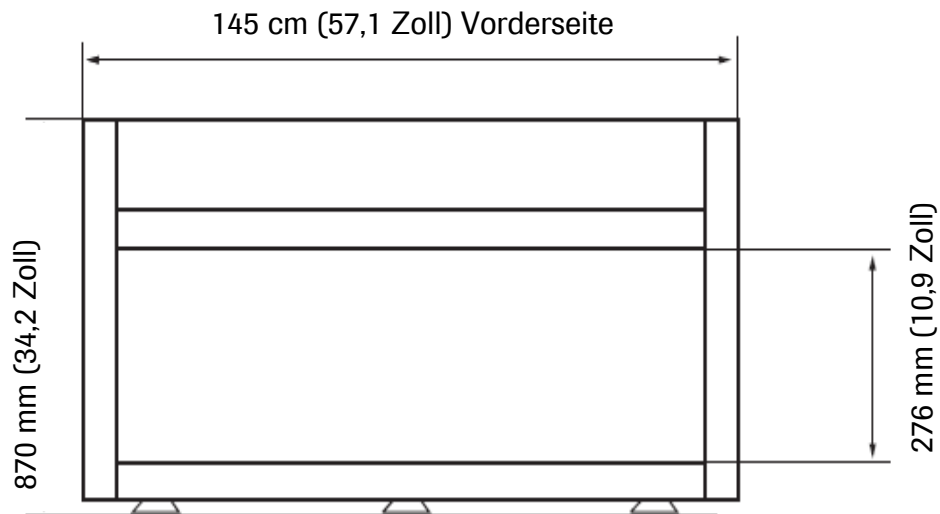

Abb. 2. Abmessungen eines AcfS Library Robot und AcfS Detection Robot (Vorderansicht)
- Abb. 2. Abmessungen eines AcfS Library Robot und AcfS Detection Robot \(Vorderansicht\) \(33\)